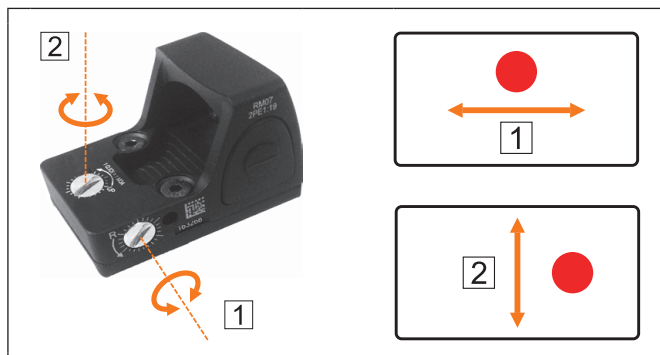

Fig. 18: Mira – Definir distância através de parafusos de ajuste
4. Configure a mira com a ajuda dos parafusos de ajuste (fig. 18).